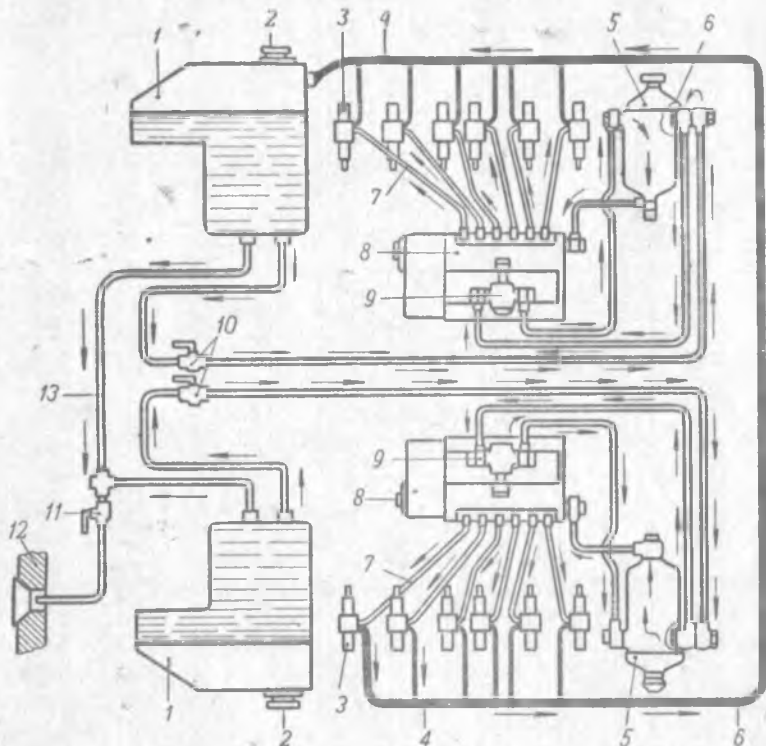

Рис. 10. Схема топливной системы:
2. Система питания топливом (рис. 10)
Часть топлива, просочившаяся через неплотные соединения в форсунках, отводится по дренажной трубке 4 (рис. 10) в левый топливный бак. От уравнильной трубки 13, соединяющей топливные баки, сделан отвод с кра-